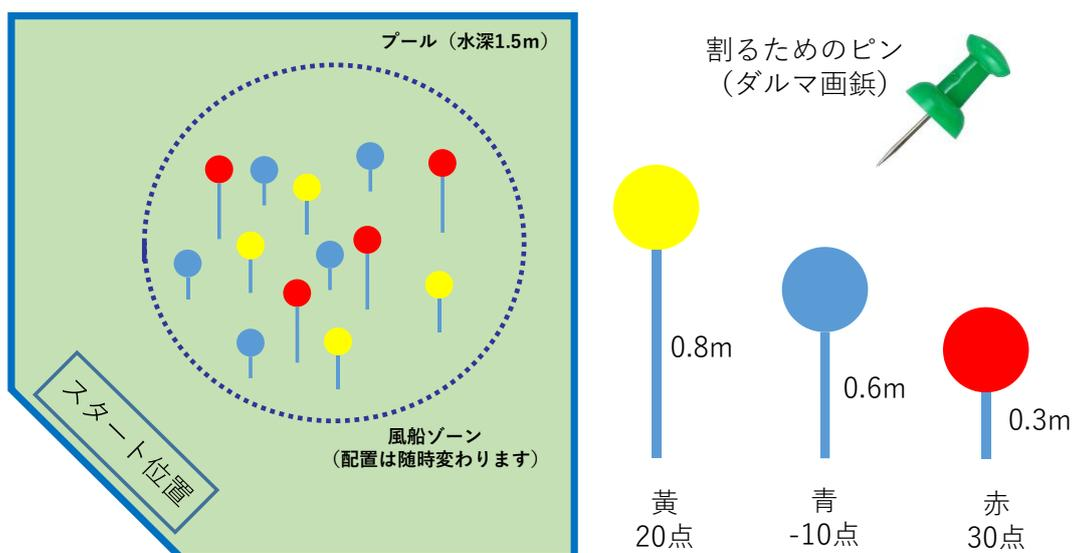

図 7-2 AI チャレンジ部門 水槽競技コース
- ・ 風船を割るために使えるのはピン（ダルマ画鋏）1個だけです（図7-2参照）。ロボットへの取り付け位置は自由です。事故防止のため、競技中以外は先端部をスポンジ等で保護してください。ピンおよび保護用のスポンジは当日配布します。